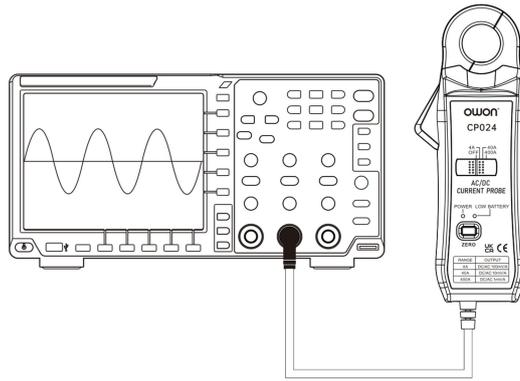

图2
5.1.2 将CP024按下图2连接示波器。
5.2.2 将CP024按下图2连接示波器。